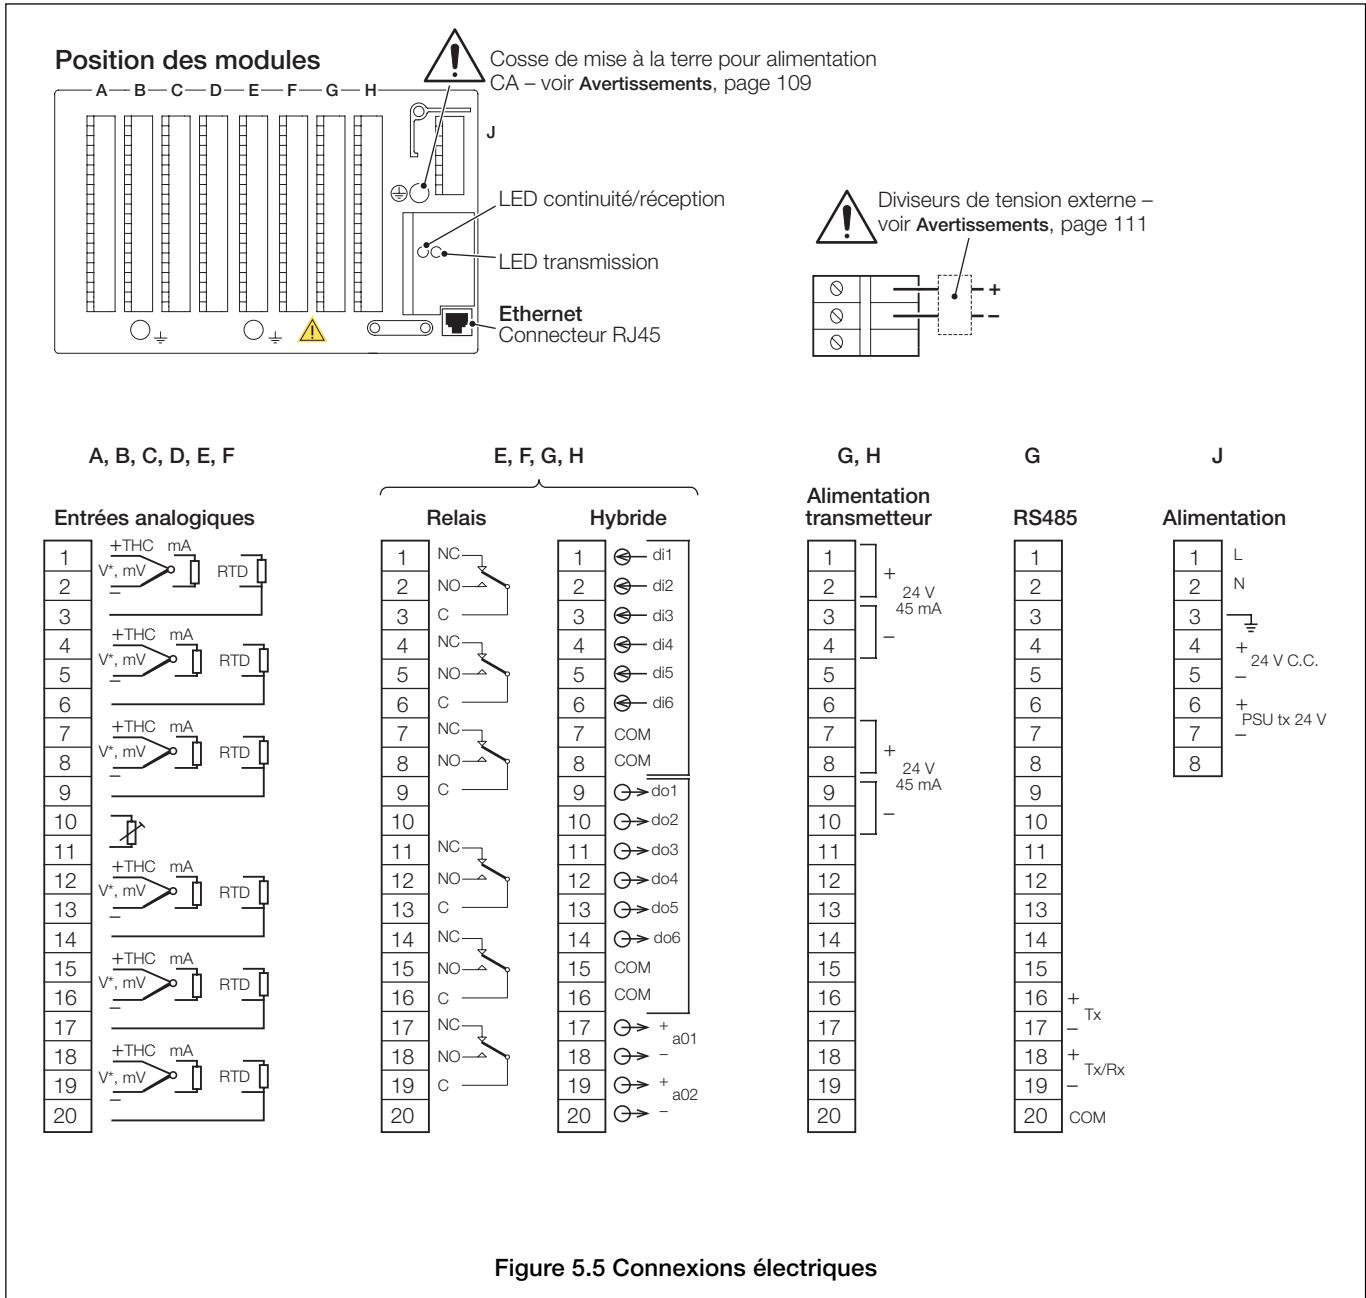

Figure 5.5 Connexions électriques
5.3 Connexions électriques – Figure 5.5
- Il est fortement recommandé d'utiliser des câbles blindés pour les entrées signaux et les connexions relais. Connectez le blindage à la cosse de terre - voir Figure 5.5, page 110.
...5.3 Connexions électriques – Figure 5.5
Remarque : Reportez-vous également à la Figure 5.5 pour connaître le numéro des bornes.
Pour connecter l'instrument au réseau Ethernet, utilisez un câble de réseau et branchez-le au concentrateur du réseau. La connexion se fait via un connecteur RJ45 standard situé à l'arrière de l'unité – voir Figure 5.5, page 110.